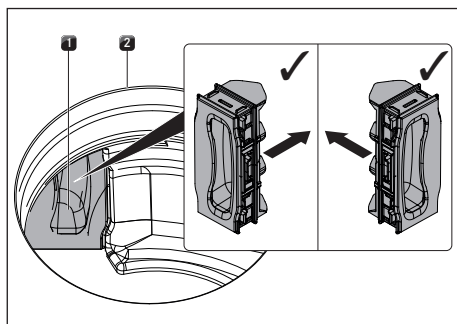

Fig. 8.10 Indsætning af filterudskiftningsklappen
- ▶ Tryk filterudskiftningsklappen så langt ind i indstrømningsåbningen som muligt, til den rører ved åbningen i filterhuset (for indsætning af filterudskift se fig. 8.10).